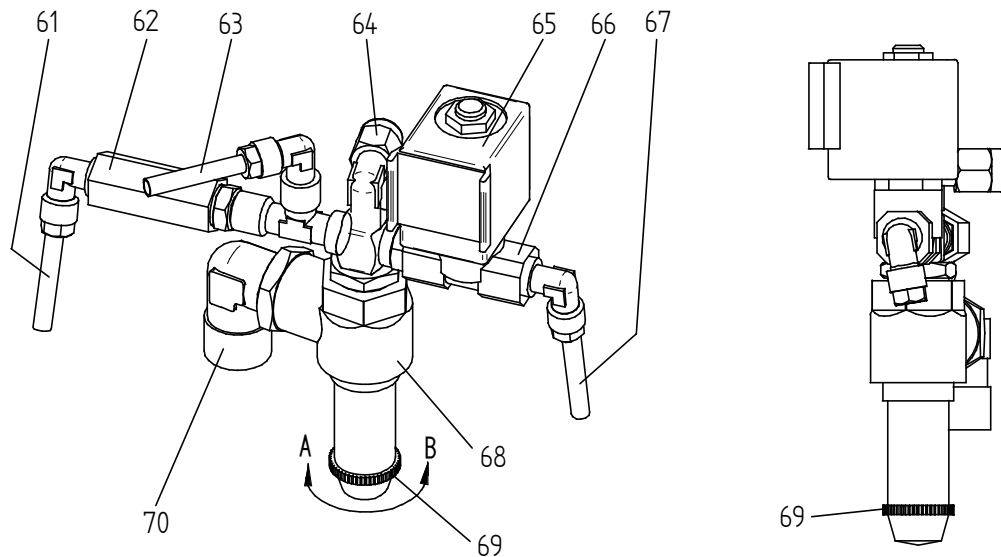

Abb. 9 Drucksicherheitsventil
**Achtung** Durch das Drehen der Anlüftschraube in Richtung „A“, siehe Abb.:9, wird das Ventil geöffnet.